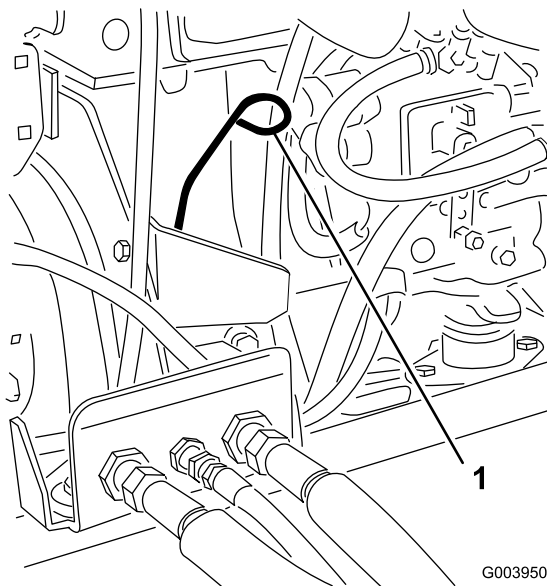

Figura 48
3. Retire la varilla, límpiela, y vuelva a colocarla (Figura 48).